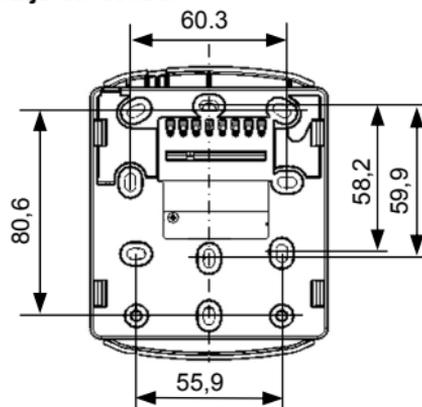
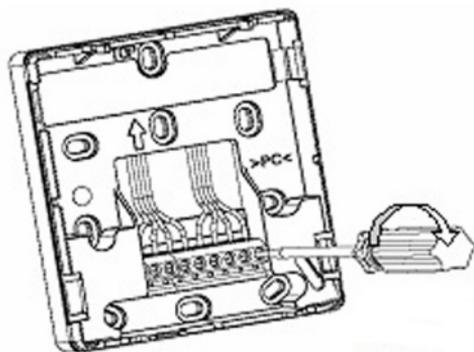

Fig. 2 Dimensiones de instalación
Fig. 3 Conexión de los cables al conector de bornes
- (1) Marcar cuatro agujeros, como se muestra en la Fig. 2.
- (2) Taladrar los agujeros con el diámetro adecuado para los tacos.
- (3) Retirar la carcasa de la base
- (4) Montar la base mediante tornillos de diámetro apropiado.
- (5) Fijar la base a una caja de conexiones u otro soporte.
- (6) Introducir el cable de alimentación y el cable de señal a través de la abertura rectangular de la base.
- (7) Conectar los cables al conector de bornes situado en la base, tal y como se indica en la Fig. 3. Consultar también las Conexiones de cableado en la Fig. 5.
- (8) Si se desea conectar los sensores RS-485 a un dispositivo de control, insertar un puente de dos posiciones en la posición J6 de la placa del sensor que está conectada en la posición más alejada del controlador. Esto habilitará los terminales de la resistencia de RS-485.
- (9) Alinear las dos pestañas laterales de la carcasa con la base y ensamblar la carcasa en la base.